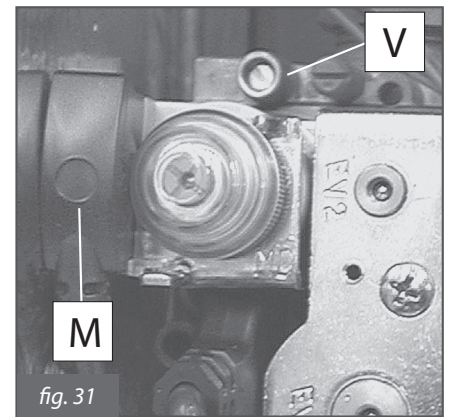

fig. 31
- conectar un manómetro a la toma de presión **V** (fig. 31);
- desconectar eléctricamente la bobina de modulación (**M** en la fig. 31);